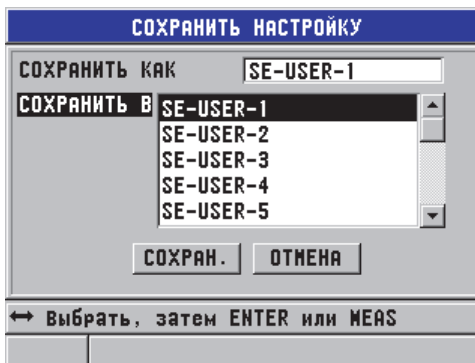

Рис. 10-17 Сохранение пользовательских настроек
4. В окне **СОХР. НАСТР.** (см. Рис. 10-17 на стр. 203).